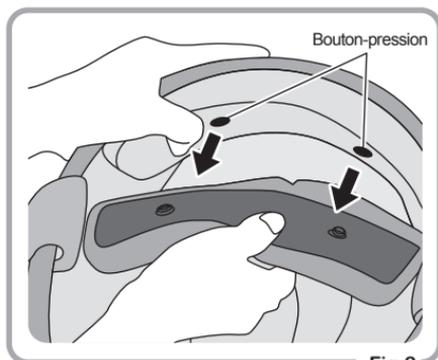

Fig.2
- ② Détachez les 2 boutons-pression à l'arrière, ensuite le coussinet interne peut être retiré. (Fig.2)